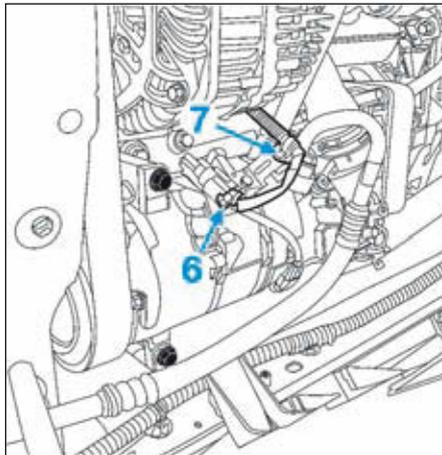
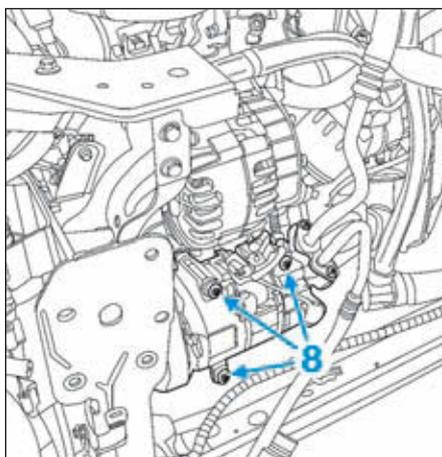

FIG.9
FIG.10
- Débrancher le connecteur (6) (Fig.9).
- Dégrafer le faisceau (7).
- les vis de fixation (8) du compresseur (Fig.10),